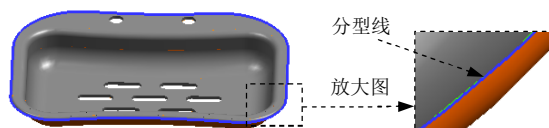

图 1.11 创建分型线
Step2. 在 **定义区域** 区域中选择 **所有面** 选项；在 **设置** 区域选中 ☒ **创建区域** 和 ☒ **创建分型线** 复选框，单击 **确定** 按钮，完成分型线的创建，创建分型线结果如图 1.11 所示。